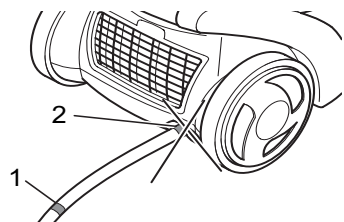

Abb. 10
2. Ziehen Sie das Kabel am Stecker (Abb. 1/16) bis zur gelben Markierung (Abb. 10/1) heraus.
Falls die rote Markierung (Abb. 10/2) sichtbar ist, ziehen Sie das Kabel wieder soweit ein, bis diese nicht mehr zu sehen ist, ▢ *Kapitel 3.2, „Ausschalten und Stromkabel aufrollen“.* Ansonsten kann das Kabel abreißen. Es besteht die Gefahr eines elektrischen Schlages.